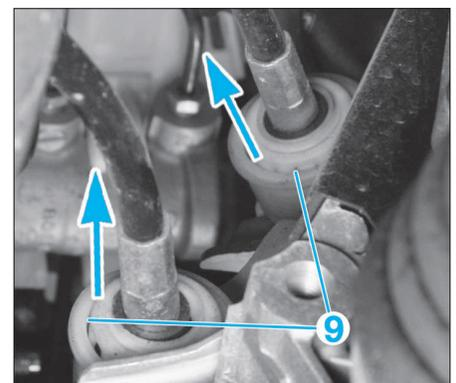

FIG. 5
- Tirer vers l'arrière les bagues (9) de verrouillage puis dégager les câbles de commande et de sélection de leur support (Fig.5).